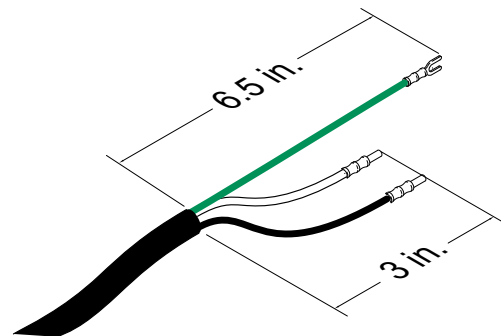

図 13: 電源コード
1. 切断スイッチ (AZ) をオフにします。
- 必要に応じてフェール線を追加します。図 13を参照ください。